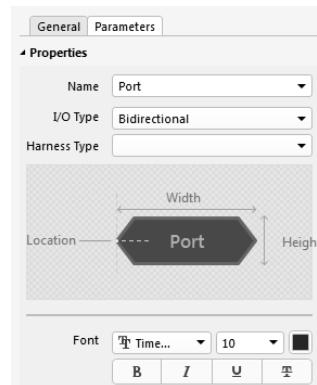

图 5-78 端口属性设置
(4) 执行菜单命令“放置-端口”或者图标命令 ，放置方块图的端口。在放置状态下按“Tab”键，可以对端口属性进行设置，如图 5-78 所示。